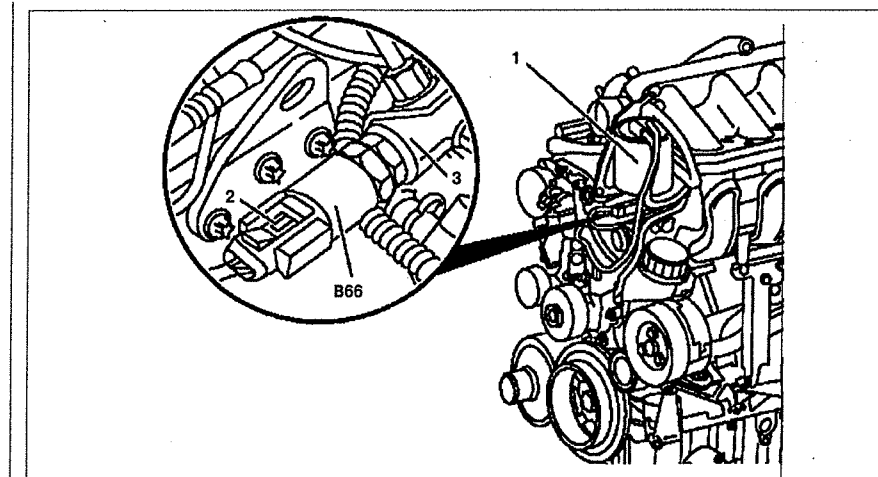

Рис. 5.62. Датчик давления топлива в распределителе: 1. Топливный фильтр, 2. Разъем проводки, 3. Распределитель, B66. Датчик давления топлива в распределителе.
1. Снимите топливный фильтр 1 (см.рис.5.62).